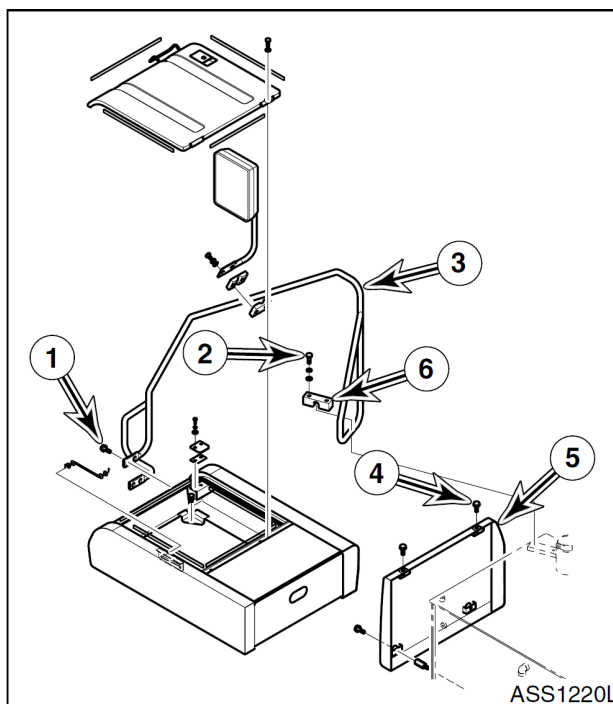

Рис. 9
18. Снять четыре болта (1 и 2, рис. 9), зажим (6) и распорку (3) с топливного бака и рамы.